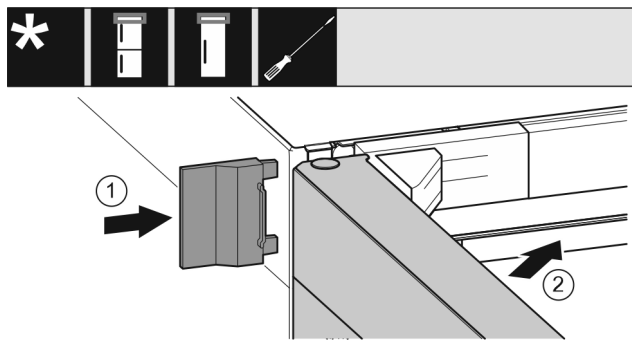

Fig. 24
- ▶ Tolja fel a külső fedelet Fig. 24 (1).
- ▶ Csukja be a felső ajtót Fig. 24 (2).